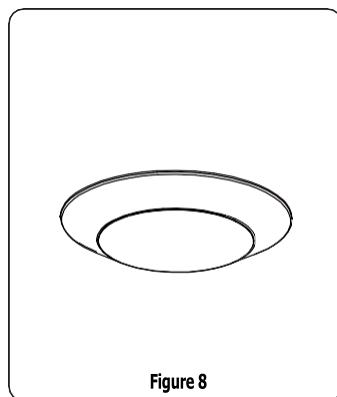

Figure 8
7. Safely place all wires into the housing and carefully push the luminaire into the housing. (Figure 8)
7. Placer soigneusement tous les fils dans le boîtier et pousser doucement le luminaire dans le boîtier. (Figure 8)